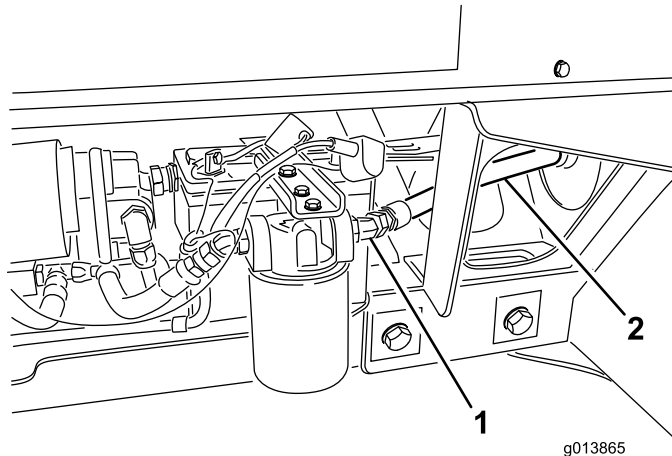

Figura 11
36. Conecte el manguito hidráulico N° 3 a la salida del filtro (Figura 11).